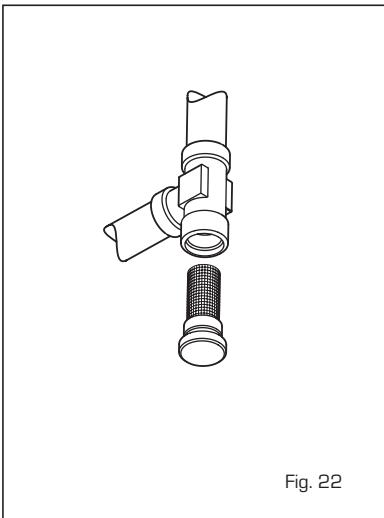

Fig. 22
4.5.2 Limpeza do filtro "Aqua Guard Filter System" (fig. 22)
4.5.3 Função de secagem da betonilha (fig. 22/a)